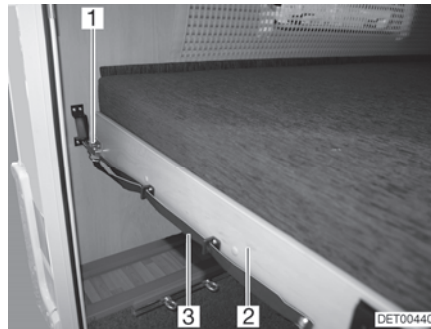

Bild 64 Våningssäng (bak)
- Dra i bandet (Bild 64,3) och lossa spärren (Bild 64,1).
- Dra fram ribbotten (Bild 64,2) med madrassen så att den hakar i.